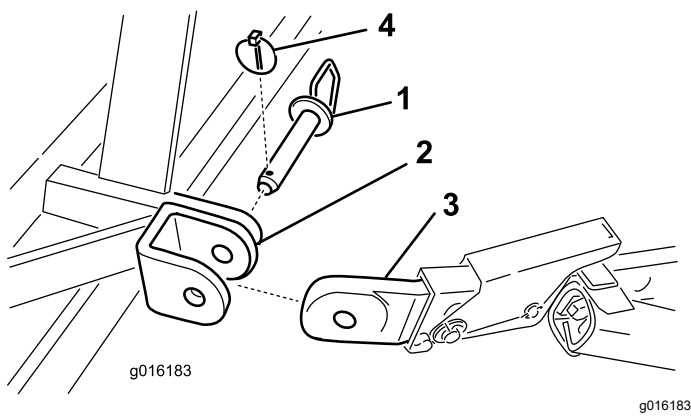

図 4
5. 下リンクアームをエアレーター取り付けブラケットに、ヒッチピンとリンチピンを使って取り付ける **図 4**。